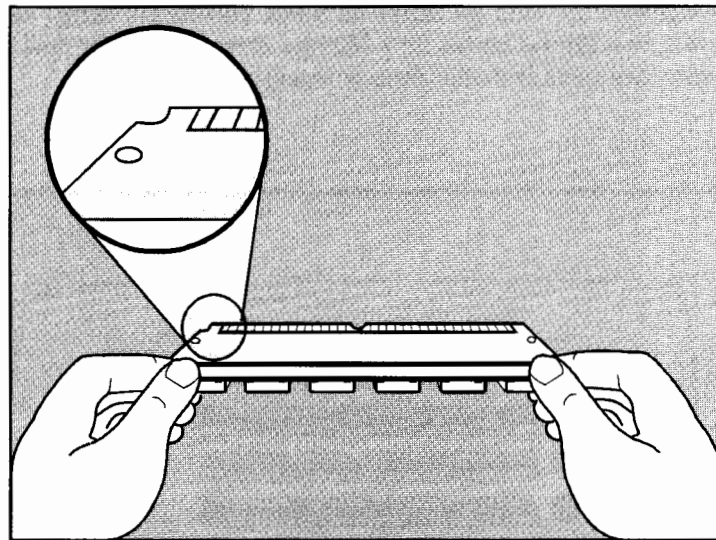

Figure 1-6. Positionnement de la carte à installer
11. Retirez la carte de son sac antistatique. Tenez-la par ses bords, du bout des doigts, le plus près possible des trous, vos pouces reposant contre son bord arrière (voir la Figure 1-6). Tournez la carte SIMM PostScript de façon que son encoche soit *sur la gauche* et que son bord métallique soit dirigé vers le logement mémoire, les circuits étant sur sa face inférieure.